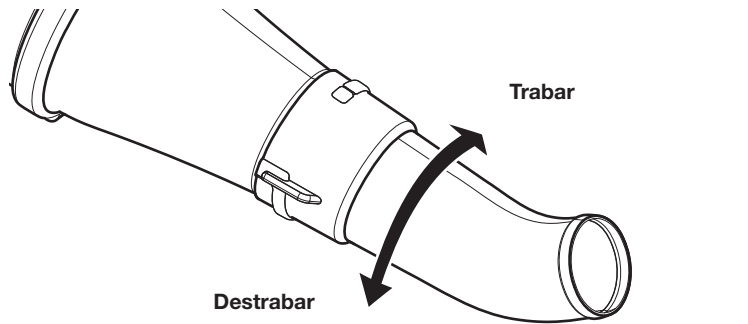

Fig. 2
2. Gire la boquilla hacia la derecha hasta que calce con un chasquido sonoro (Fig. 2).
1. Gire la boquilla hacia la izquierda hasta que se separa del tubo de la sopladora (Fig. 2).
2. Extraiga la boquilla del tubo de la sopladora (Fig. 2).